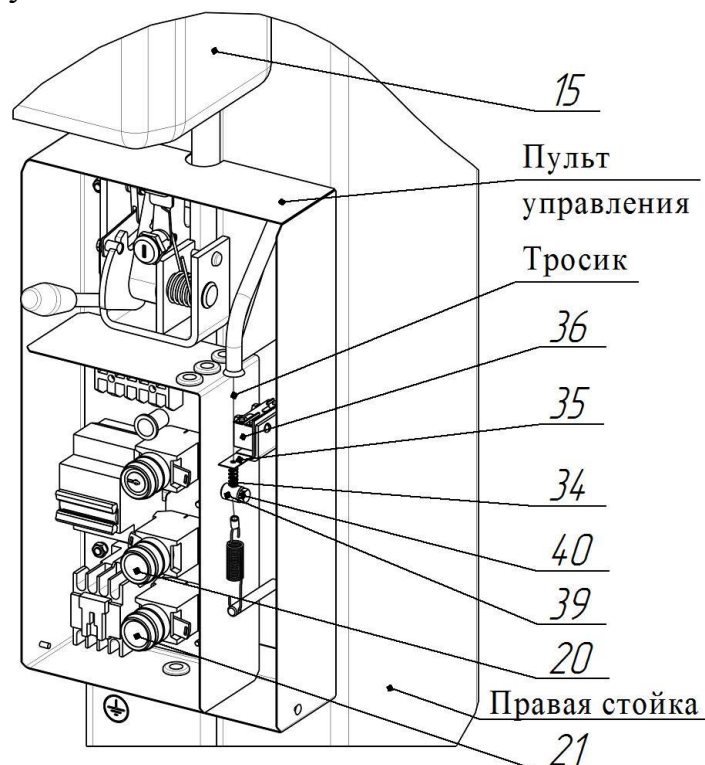

Рисунок 8 – Система автоматического отключения насосной станции при достижении каретки крайнего верхнего положения
6.12.1 Система автоматического отключения привода насосной станции 15 при достижении нижней части каретки 4 крайнего верхнего положения (~1745 мм от основания стойки) установлена и отрегулирована на предприятии-изготовителе (см. рисунок 8).